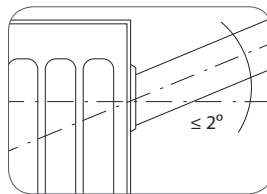

рис. 2
**Во избежание аварии допустимо отклонение оси коллектора радиатора от подводящих труб не более 2° (рис. 2).**